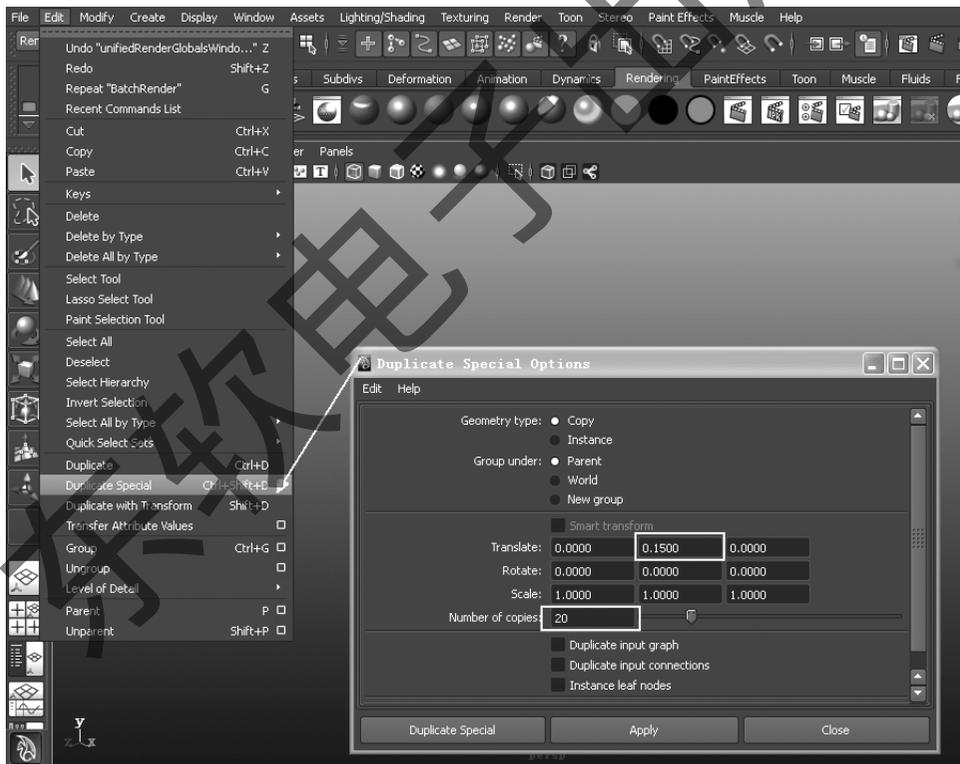

图 4-28 Duplicate Special 命令属性
Step 7: 对小方块进行特殊复制,沿 Y 轴布满整个通风口的位置,特殊复制在 Edit→Duplicate Special,需要打开它的属性菜单,如图 4-28 所示。